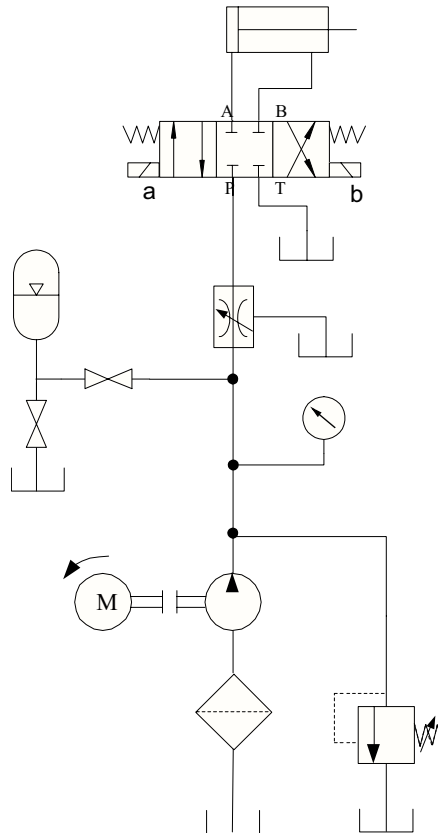

Figura 5.2 Circuito con válvula reguladora con drene a tanque
7. Apagar la unidad de potencia y construir el circuito de la figura 5.2, observar que únicamente se cambia la válvula reguladora de flujo normal por una reguladora con drene a tanque.
11. Marcar en el circuito de la figura 5.2 el camino que sigue el flujo que no llega al actuador. Anotar el valor de presión que alcanza el fluido